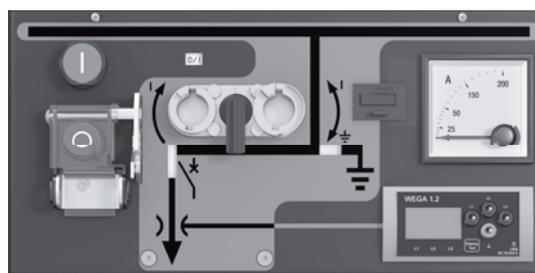

Рис. 4-19. Индикатор срабатывания (аварийного отключения)
Индикатор (10), см. Рис. 4-19, указывает на срабатывание выключателя по команде реле защиты.